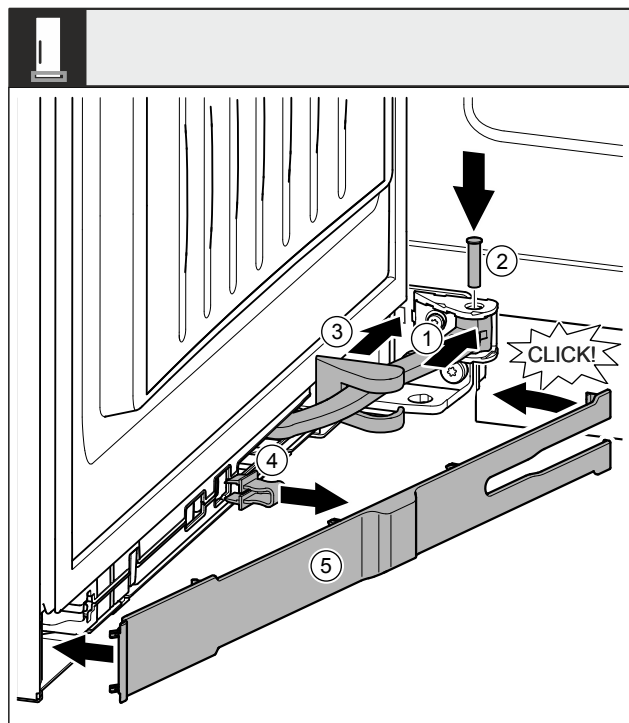

Fig. 53
- Pöörake liigend Fig. 53 (1) rippkinnitusse.
- Pange polt Fig. 53 (2) kruvikeerajaga rippkinnituse ja liigendi sisse. Pöörake seejuures tähelepanu sellele, et fiksaatornukk asub korrektselt soones.
- Lükake laagripuki katet Fig. 53 (3) piki liigendit ja monteerige rippkinnituse kohale.
- Võtke kaitse Fig. 53 (4) ära.
- ▶ Pange ilukate Fig. 53 (5) käepidemeküljel kohale ja keerake sisse.